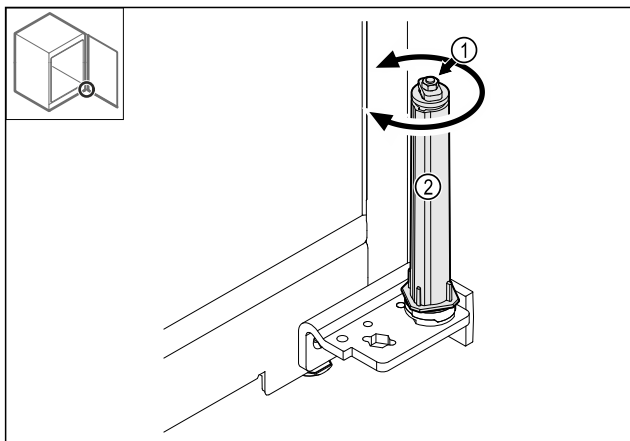

Fig. 44
- Ne szerelje szét a zárórendszer csavarkötését Fig. 44 [1].
- Forgassa el a zárórendszert Fig. 44 [2], amíg az be nem kattán.